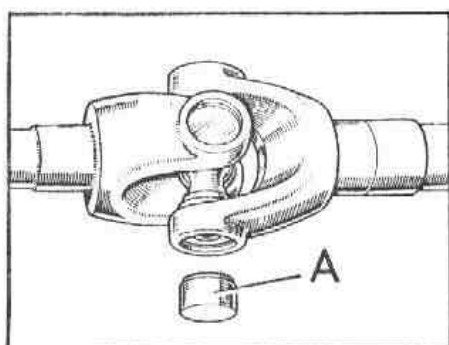

Fig. F-21 Segunda fase del desmontaje del cojinete
1.3. Girar por completo la horquilla y extraer el cojinete, teniendo cuidado de - hacerlo siempre hacia abajo para evitar que se caigan las agujas (Fig. F-21).